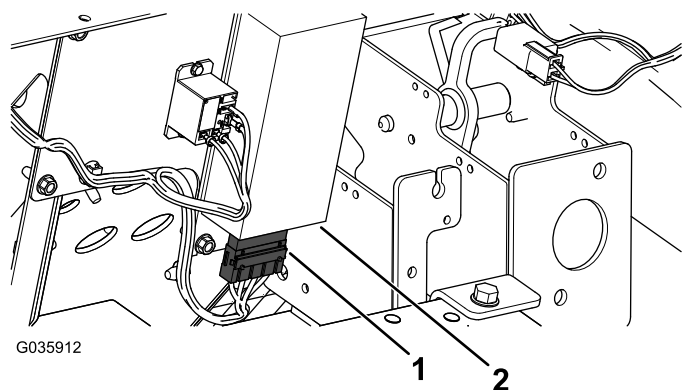

Figure 8
5. Reliez le connecteur du faisceau de modification de la tension au convertisseur (Figure 8).